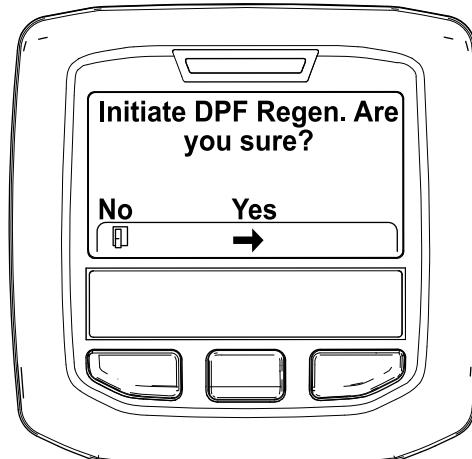

Figure 31
4. Quand le message « Initiate DPF Regen. Are you sure? » (lancer régénération FAP. Êtes-vous sûr(e) ?) s'affiche, appuyez sur le bouton central (Figure 31).